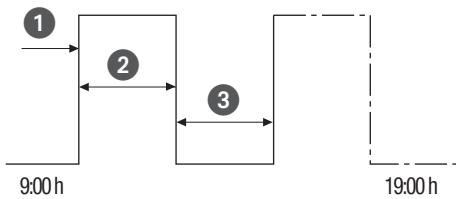

Abb. 28: Beispiel Zyklus-Schaltprogramm
- (Abb. 28/①) Start Uhrzeit
- (Abb. 28/②) Dauerhaft EIN = Schaltung EIN
- (Abb. 28/③) Dauerhaft AUS = Schaltung AUS